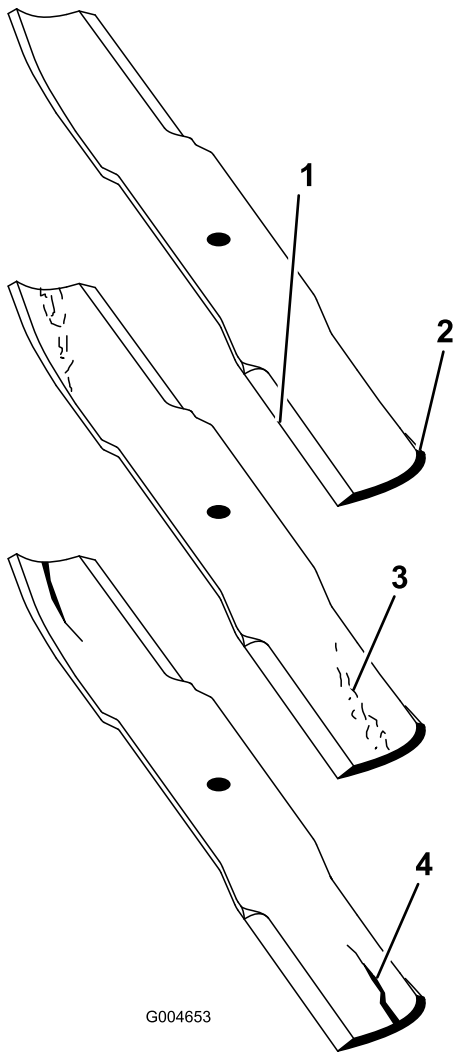

图 91
2. 仔细检查刀片的剪草端特别是刀片平面和曲面交接的部分(图 91)。
注意 由于沙子和研磨材料可能导致连接刀片平面与曲面的金属磨损请在使用剪草机之前检查刀片。如果刀片磨损图 91 请更换。